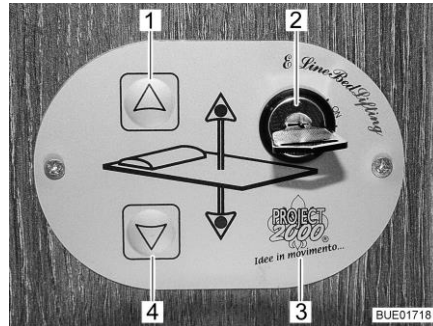

Fig. 95 Commande
Les touches (Fig. 95,1 et 4) sur l'unité de commande (Fig. 95,3) permettent d'abaisser ou de relever le lit escamotable. L'interrupteur à clé (Fig. 95,2) permet de protéger l'unité de commande contre toute utilisation non autorisée.
- Tourner la clé de 90° dans le sens des aiguilles d'une montre dans l'interrupteur à clé (Fig. 95,2) sur la position "On". L'unité de commande (Fig. 95,3) est activée.
- Appuyer sur la touche fléchée (Fig. 95,4) et la maintenir pressée jusqu'à ce que le lit escamotable ait atteint la position désirée vers le bas.
- Appuyer sur la touche fléchée (Fig. 95,1) et la maintenir pressée jusqu'à ce que le lit escamotable ait atteint sa position finale supérieure.
S'il n'est plus possible de déplacer le lit escamotable avec les touches fléchées (Fig. 95,1 et 4), contrôler d'abord les fusibles (voir paragraphe 9.13.1). Si les fusibles ne sont pas défectueux mais qu'il n'est toujours pas possible de déplacer le lit escamotable, ce dernier peut l'être manuellement en régime de secours.